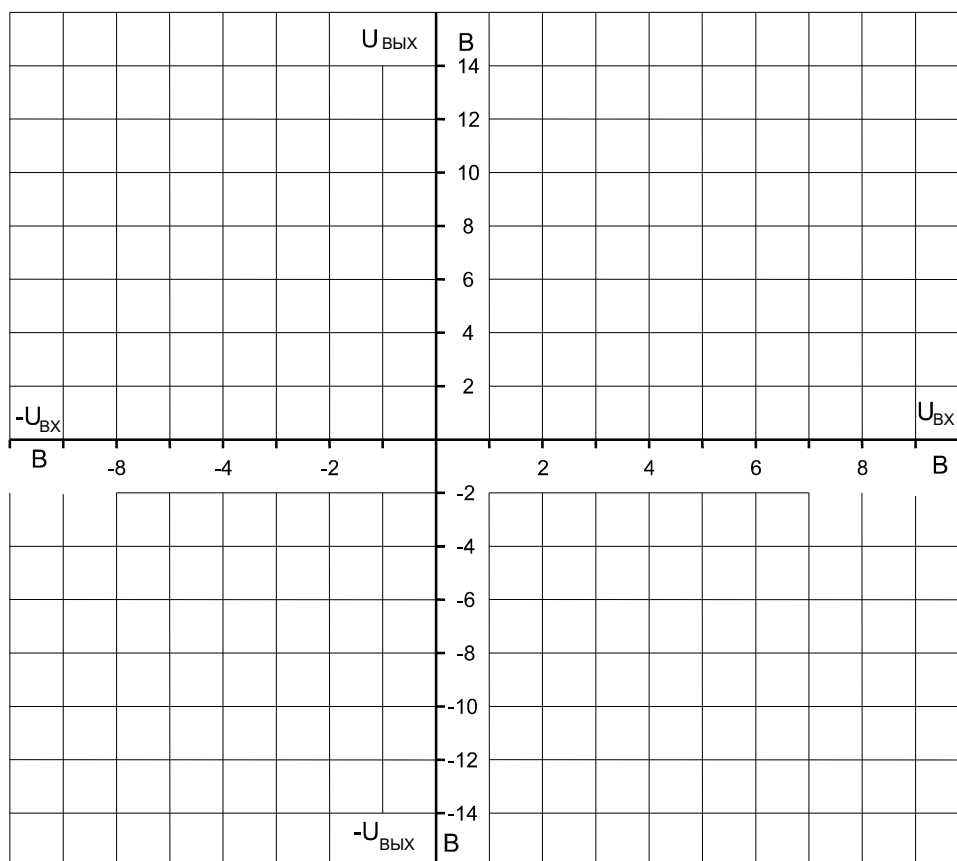

Рис. 8.2.3
- Занесите результаты измерений в таблицу. На графике (рис. 8.2.3) постройте зависимости выходного напряжения $U_{\text{ВЫХ}}$ от входного напряжения $U_{\text{ВХ}}$ при различных сопротивлениях отрицательной обратной связи $R_{\text{ОС}}$.